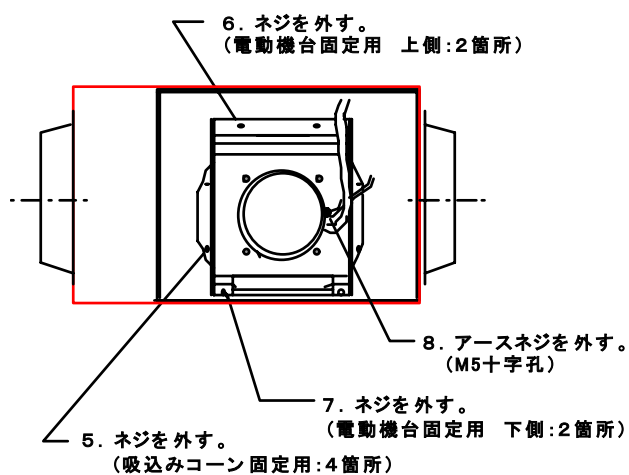

図 10 内部ファン点検方法
- (5) 電動機台固定用ネジ、吸込コーン固定用ネジ、アース固定ネジを外してください。このネジを全て外しますと内蔵ファンを取外すことができます。モータは重い（最大約10kgf）ので、必ずモータを支えて、ネジを全て外します。とくに、最後のネジを外す際は、内蔵ファンが急に外れ動きますので注意してください。また、取り出しの際は羽根車などを傷つけないように注意してください。…図10参照
- (7) 内蔵ファンの電動機を外す場合は、(5)にて羽根車を外し、吸込コーンを外した状態で、電動機固定用ネジを外してください。…図10参照
- (8) 分解の要因に応じて、図9と図10の手順1～7に従って分解してください。
- (9) 内蔵ファンは重いので、取外し・分解の際は羽根車・電動機をぶつけないよう注意してください。
- (10) 使用ネジに、一般のネジを使用しないでください。腐食により電動機、ドレンパン等の落下の恐れがあります。